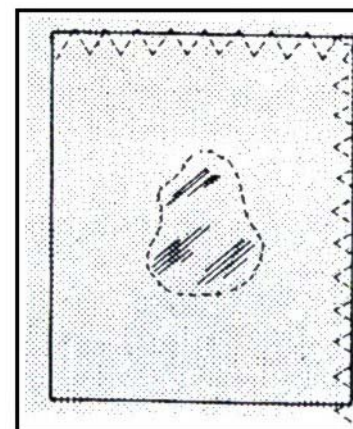

Fig. 1
- Place patch in position. The stitch length can be shortened to produce very close stitches. (Fig. 1)
- Aplicar el remiendo. El largo de la puntada puede reducirse hasta que los puntos estén bien juntos. (Fig. 1)